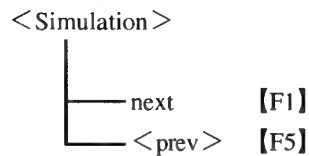

図2-23 <Simulation>画面のキーフローチャート
2.4.1.3項の<Radio Data System sub>画面で、[<simu>]キーを押すことで、<Simulation>画面になります。この画面のキーフローチャートを図2-23に示します。